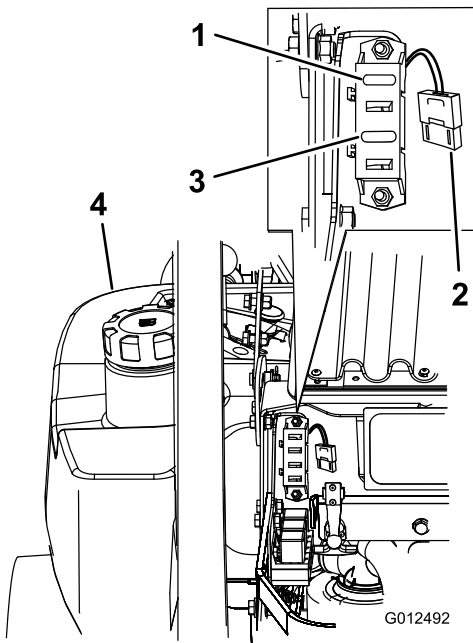

Figura 70
1. Desenganche el capó del motor y levántelo para tener acceso al portafusibles (Figura 70).
3. Instale un fusible nuevo (Figura 70).